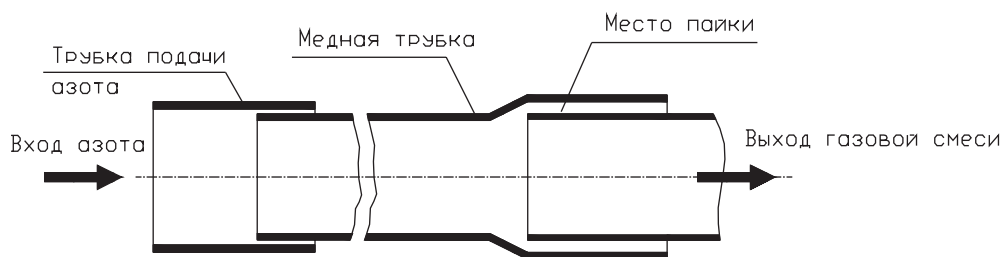

Рис. 11.1 — Подача азота к месту пайки
• При непрерывной подаче азота необходимо обеспечить отверстие для выхода газовой смеси (рис. 11.1).